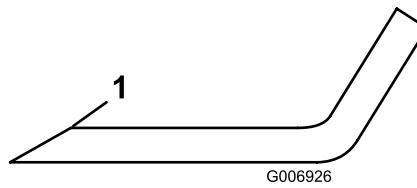

Figura 76
4. Inspecione as extremidades de corte de todas as lâminas. Se apresentar sinais de desgaste ou ranhuras, afie apenas a zona superior da parte cortante e mantenha o ângulo de corte original para garantir um desempenho eficaz da lâmina (Figura 76).